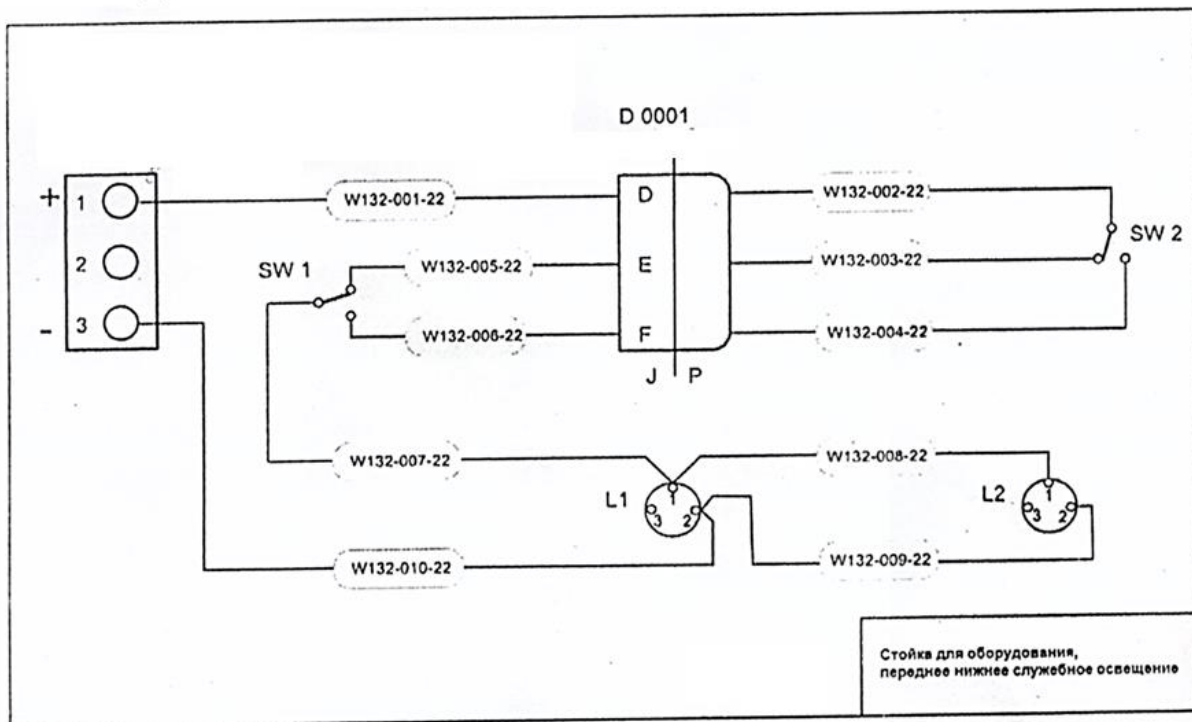

Рис. 2 – Схема соединений
3) Проложить провода и подключить их к клеммной колодке, как показано на рис. 2 (схема соединений)
4) Проложить провода и подключить их к лампам, как показано на рис. 2 (схема соединений)
5) Установить и подключить разъемы, как показано на рис. 2 (схема соединений)